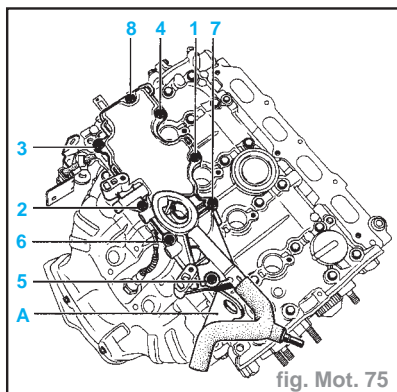

fig. Mot. 75
- Reposer le décanteur d'huile et le serrer au couple de **1,3 daN.m** dans l'ordre préconisé (fig. Mot. 75).